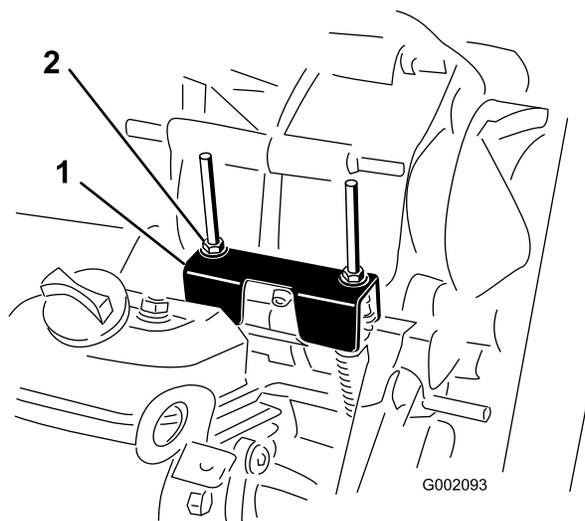

Figura 35
Para realizar operaciones de mantenimiento de rutina y/o diagnósticos del motor, debe ponerse el transeje en Punto muerto (Figura 35). El selector de marchas del vehículo dispone de una posición de Punto muerto, que controla el punto muerto del transeje. Deben tomarse las siguientes medidas para asegurarse de que la palanca de cambios acciona correctamente el punto muerto del transeje:
2. Asegúrese de que la pletina de punto muerto está en posición de punto muerto (nivelada respecto al soporte de montaje del cable situado debajo del soporte del cambio de marchas) girando el embrague arrastrado (Figura 35). El vehículo no debe desplazarse ni hacia adelante ni hacia atrás. Si lo hace, mueva manualmente la pletina de punto muerto a la posición de punto muerto.
3. Apriete una de las contratuercas (Figura 35) para obtener una distancia de 0,76–1,5 mm.